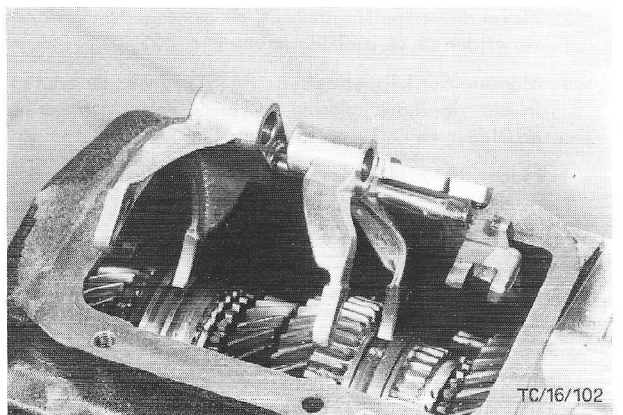

Fig.81 De twee schakelvorken monteren.
56. Schakel de 2e versnelling in, druk de tuimelaar voor de achteruit naar achteren en plaats de twee schakelvorkassen tezamen in het huis (fig.81). Breng de schakelmoffen terug in de neutrale stand.